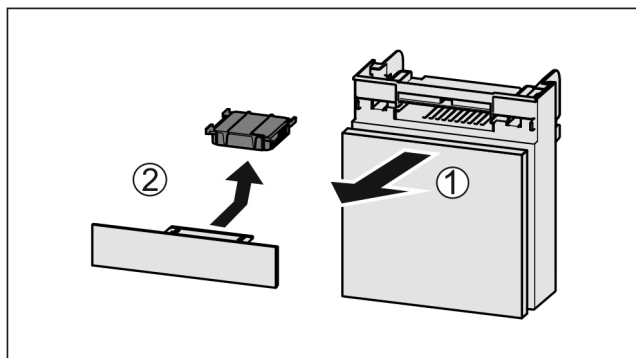

Fig. 159
- ▶ Estrarre il vano tirando in avanti Fig. 159 (1).
- ▶ Rimuovere il filtro a carboni attivi Fig. 159 (2).